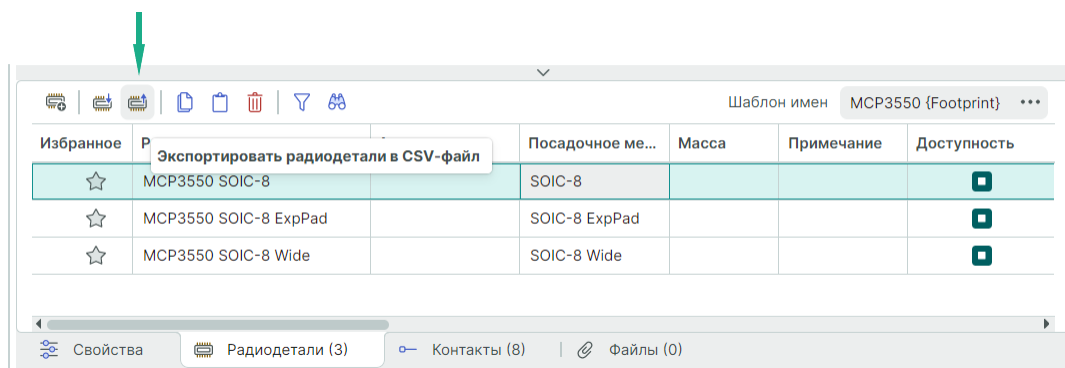

Рис. 323 Экспорт данных радиодеталей в csv – файл
1. Нажмите на символ  «Экспортировать радиодетали в CSV-файл» на вкладке «Рдиодетали» редактора компонентов, см. Рис. 323.